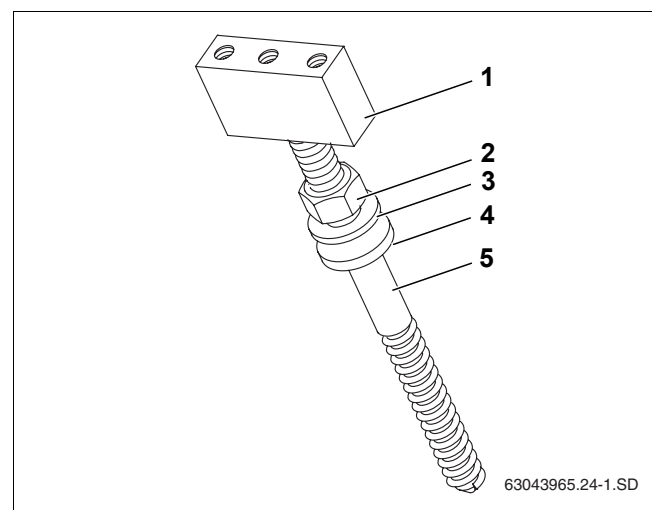

Fig. 23 Ordinea de montaj a șuruburilor de ancorare
- Montați șuruburile de ancorare și respectați la asamblare ordinea de montaj a fiecărei piese (Fig. 23).
- Înșurubați piesa de susținere (Fig. 23, **Poz. 1**) până la refuz pe șurubul de ancorare (Fig. 23, **Poz. 5**).